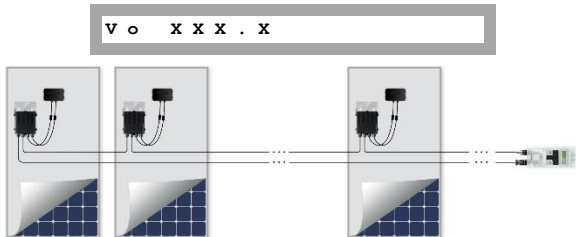

Figure 2 : Connexion de la clé SolarEdge
- 3** Connecter une chaîne d'optimiseurs de puissance à la clé SolarEdge (voir la Figure 2).